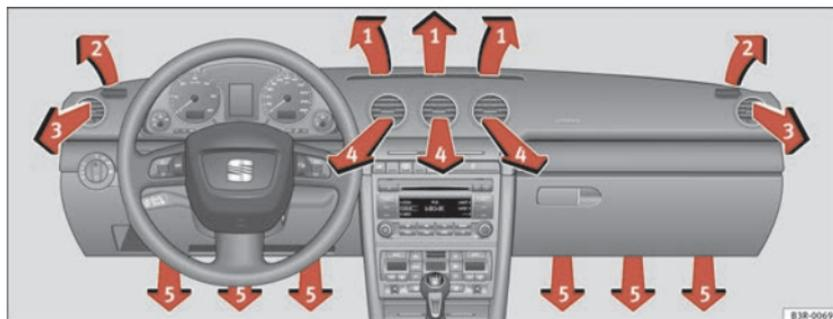

Fig. 132 Planche de bord : agencement des diffuseurs d'air
Les diffuseurs d'air ⇒ fig. 132 ③ et ④ fonctionnent comme suit :
Les trois touches permettent d'opérer les réglages énumérés ci-dessous. Les chiffres se rapportent aux diffuseurs d'air ⇒ page 170, fig. 132.
Le moteur de la soufflante est alimenté en courant solaire provenant du toit solaire, lorsque vous coupez le contact d'allumage. Veillez à ce que les diffuseurs 3 et 4 soient ouverts ⇒ page 170, fig. 132 afin d'obtenir une ventilation optimale.